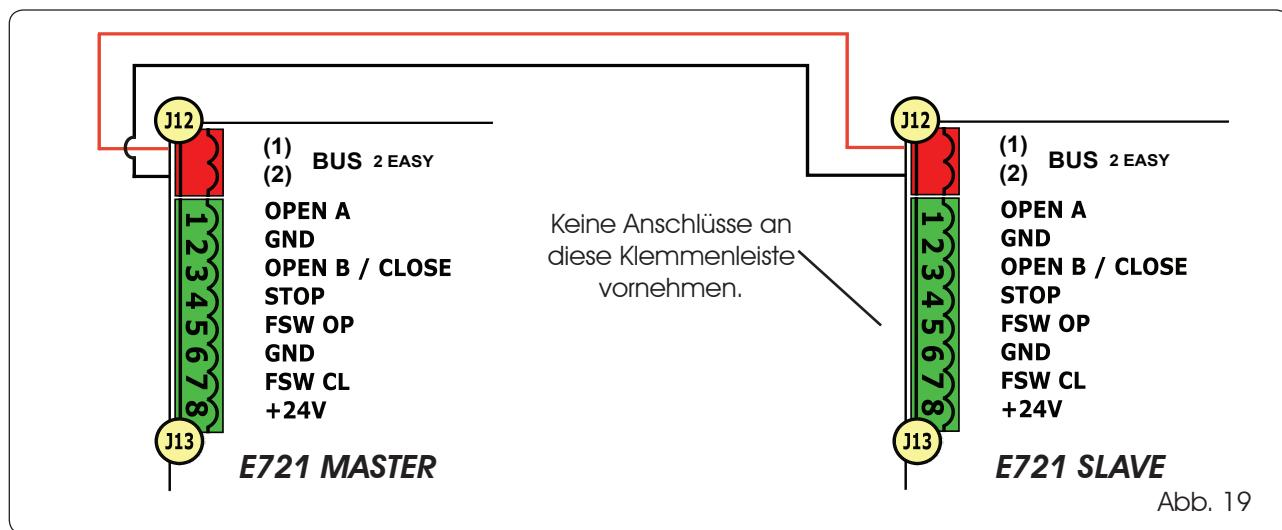

Abb. 19
☞ Die BUS-Verbindung zwischen den beiden Steuerkarten muss POLARISIERT sein, wobei die Reihenfolge der Pole der Klemmenleiste J12 einzuhalten ist (POL (1) – POL (2)) – (siehe Abb. 19).